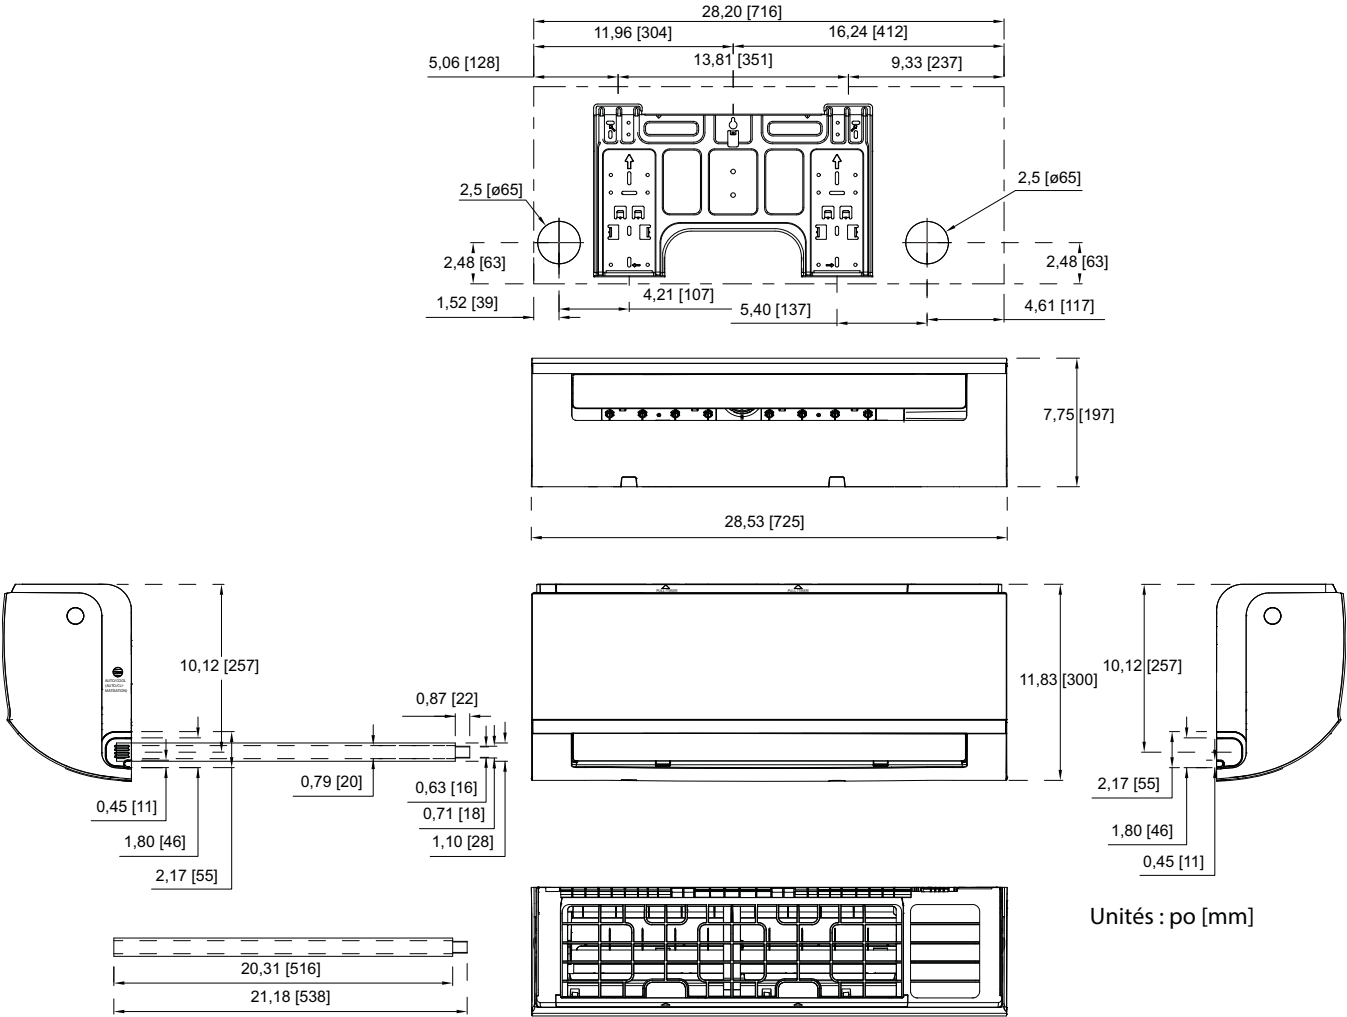
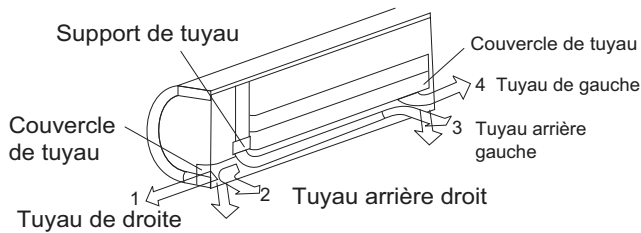

Fig. 3 – Capacité 9000
Fig. 11 – Emplacements de la tuyauterie
La dimension des plaques de montage varie selon les modèles. Vérifiez que l'espace de montage du module intérieur est suffisant (voir fig. 3–6). Ces figures montrent les cotes suivantes :
Vous pouvez acheminer les conduites de frigorigène dans l'un des quatre sens indiqués à la fig. 11.
1. Déterminez l'emplacement du trou du tuyau en utilisant la plaque de montage comme modèle. Percez le trou du tuyau sur un diamètre conforme aux valeurs indiquées aux fig. 3–6. Le trou du tuyau extérieur est inférieur de 13 mm (1/2 po) minimum au trou du tuyau intérieur, il est donc légèrement incliné vers le bas (voir fig. 11).